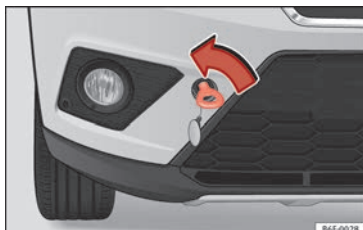

Fig. 106 Paraurti anteriore destro: occhiello di traino avvitato.
- Avvitare l'anello fino in fondo verso *sini-*stra, nel senso indicato dalla freccia »» **fig. 106.**